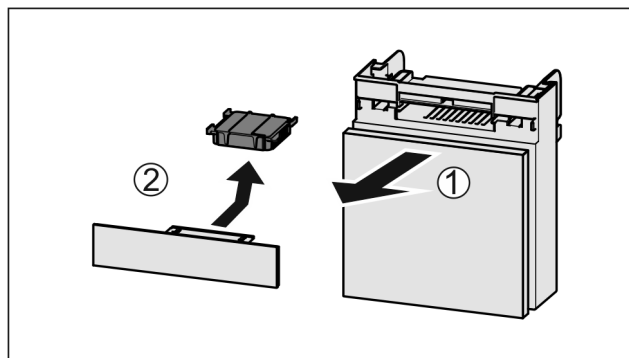

Fig. 195
- Estrarre il vano tirando in avanti Fig. 195 (1).
- Rimuovere il filtro a carboni attivi Fig. 195 (2).